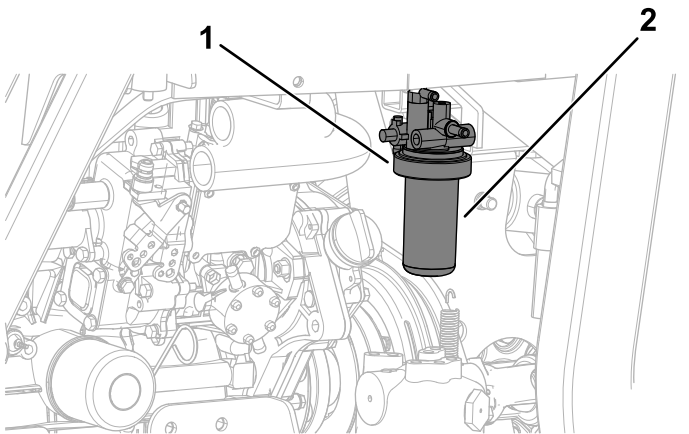

Bild 72
- Reinigen Sie den Bereich um den Kraftstofffilterkopf (Bild 72).
- Entfernen Sie den Filter und reinigen die Befestigungsoberfläche des Filterkopfes (Bild 72).